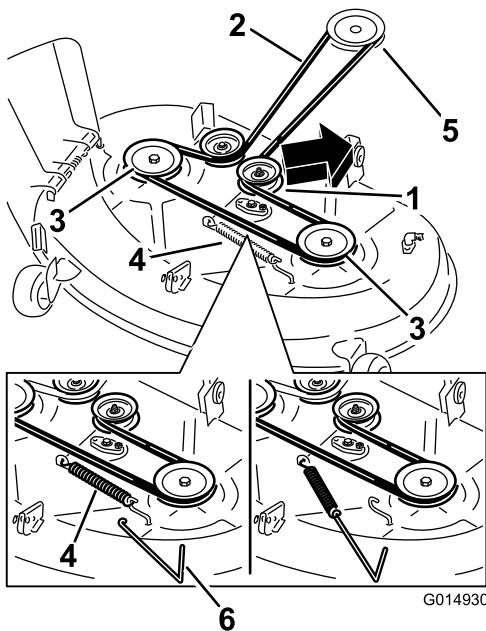
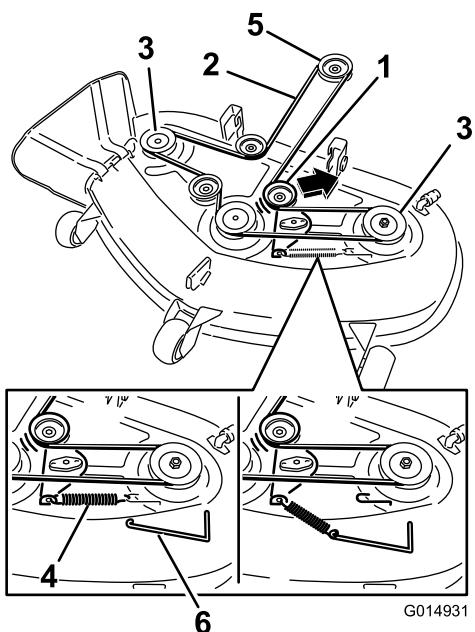

Figure 74
Figure 75
6. À l'aide d'un outil de dépose de ressort (réf. Toro 92-5771), décrochez le ressort du crochet sur le plateau pour détendre la poulie de tension et déchaussez la courroie des poulies (Figure 74 et Figure 75).
7. Acheminez la courroie neuve autour des poulies du moteur et du plateau de coupe (Figure 75).
8. À l'aide d'un outil de dépose de ressort, accrochez le ressort à l'ergot sur le plateau pour tendre la poulie de tension et la courroie de plateau de coupe (Figure 74 et Figure 75).